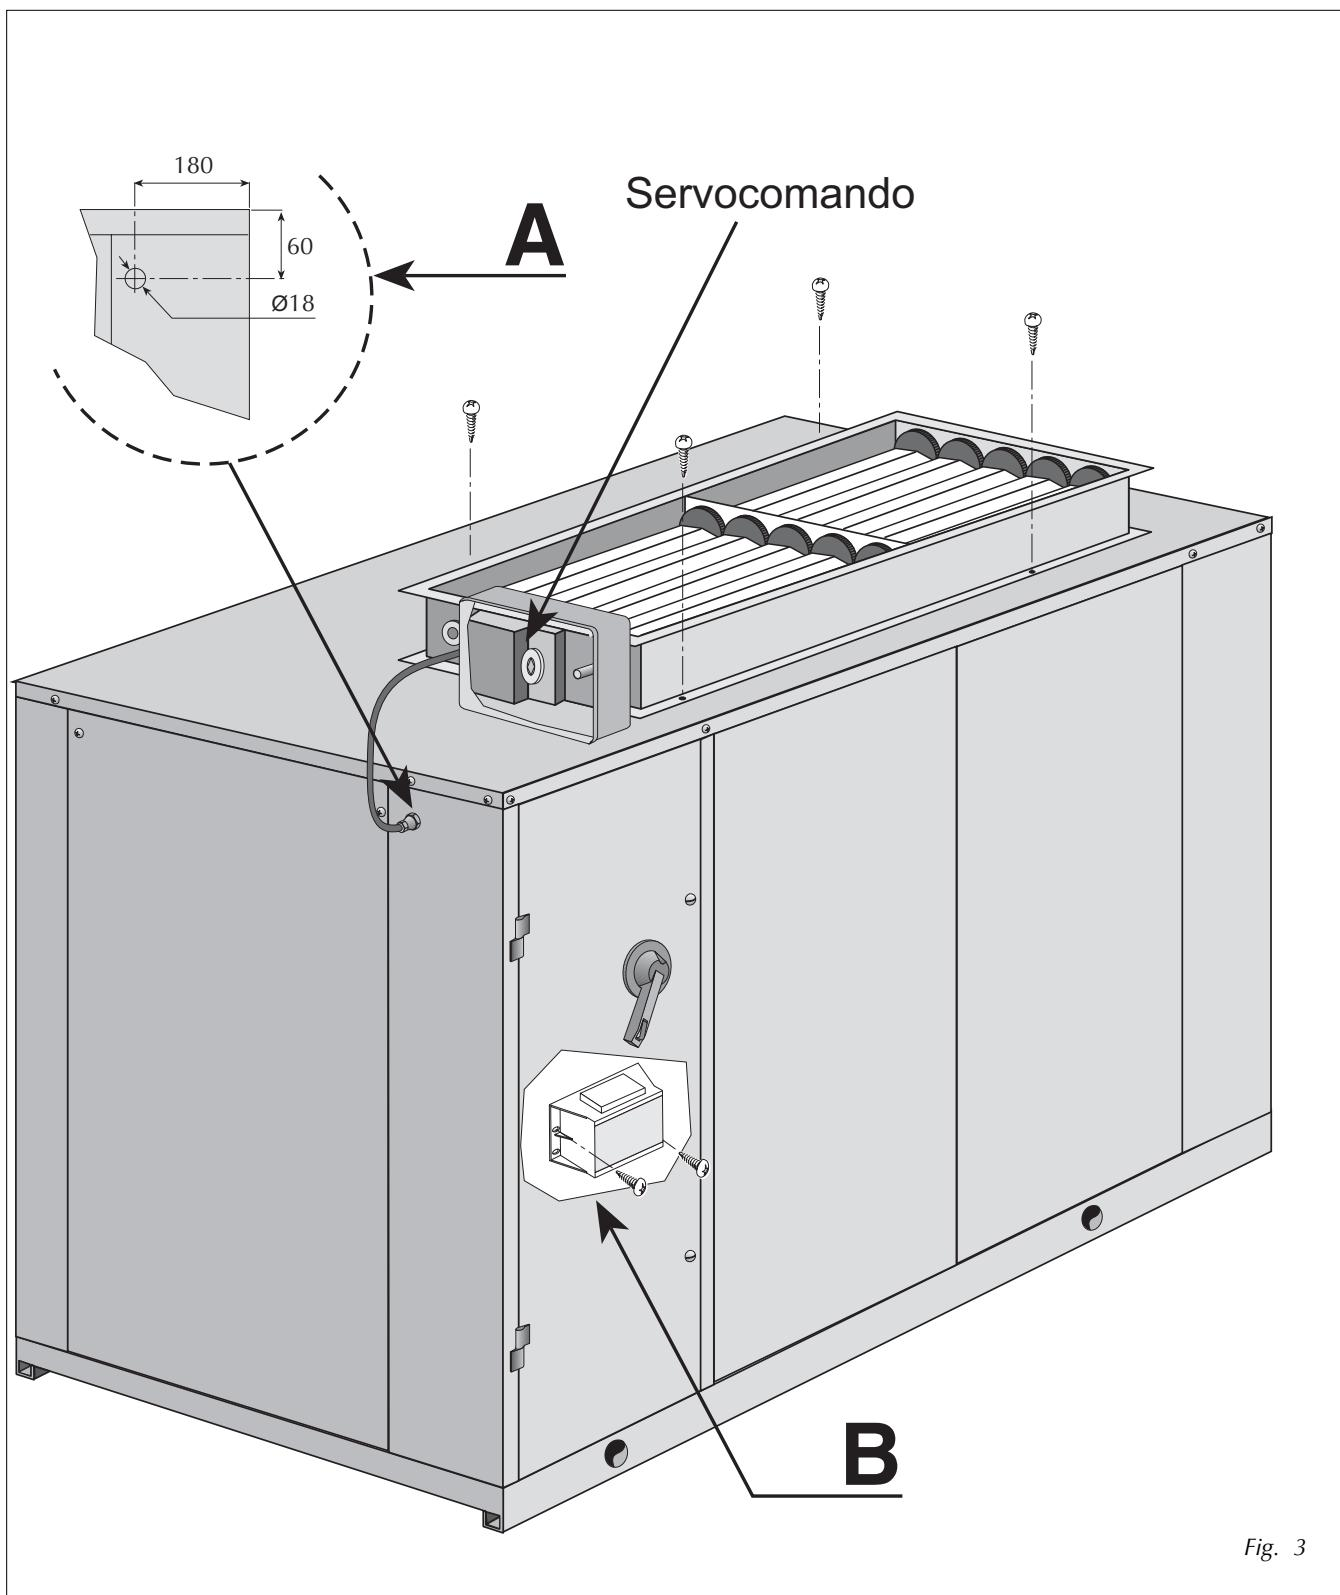

Fig. 3
Ce dispositif est formé d'un volet monté sur le refoulement du groupe de ventilation (Fig. 3) commandé par un servomoteur réglant l'ouverture en fonction du signal de commande provenant de la carte à microprocesseur. Le signal de commande 0-10 V est proportionnel à la pression de condensation, fournie par les transducteurs de haute pression (de série sur l'appareil).
Diese Vorrichtung besteht aus einer Drosselklappe auf der Druckseite der Ventilatorgruppe (Bild 3), die von einem Servomotor gesteuert wird, der die Klappenöffnung in Abhängigkeit vom Steuersignal der Mikroprozessorplatine einstellt. Das Steuersignal 0 - 10 V ist proportional zum durch die Hochdrucktransmittern (serienmäßige Geräteausstattung) ermittelten.
- 1 - fissare la serranda sopra l'unità utilizzando le viti autofilettanti a corredo (Fig. 3);
- 2 - eseguire un foro ø 18 mm sulla fiancata dell'unità in corrispondenza alla scatola elettrica (Fig. 3 - A);
- 4 - fissare il trasformatore a corredo in posizione opportuna nella scatola elettrica (Fig. 3 - B);
- 1 - fixer le volet au-dessus de l'unité en utilisant les vis-tarauds fournies (Fig. 3);
- 2 - pratiquer un trou ø 18 mm sur le côté de l'unité en regard de la boîte électrique (Fig. 3 - A);
- 4 - fixer le transformateur fourni dans une position opportune dans la boîte électrique (Fig. 3 - B);
- 1 - secure the louver on the unit using the supplied self-tapping screws (Fig.3)
- 2 - drill an 18 mm ø hole in the side of the unit in the position of the electrical box (Fig.3 - A);
- 4 - mount the supplied transformer in an appropriate position inside the electrical box (Fig.3 - B);
- 1 - Die Drosselklappe an der Oberseite der Einheit unter Verwendung der mitgelieferten Schlagschrauben befestigen (Bild 3).
- 2 - Eine Bohrung ø 18 mm auf der Seite der Einheit an der Stelle des Schaltkastens einbringen (Bild 3 - A).
- 4 - Den mitgelieferten Transformator an einer geeigneten Stelle im Schaltkasten einbauen (Bild 3 - B).